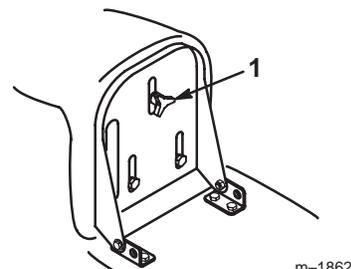

Bild 4
1. Heben Sie den Sitz an und lösen das Einstellrad (Bild 4).